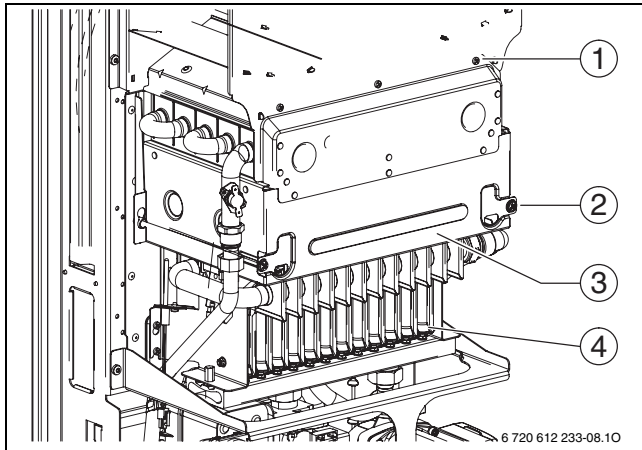

Bild 41 Brenner öffnen
- ▶ Vorderwand der Brennkammer und Brenner abnehmen (→ Bild 41).